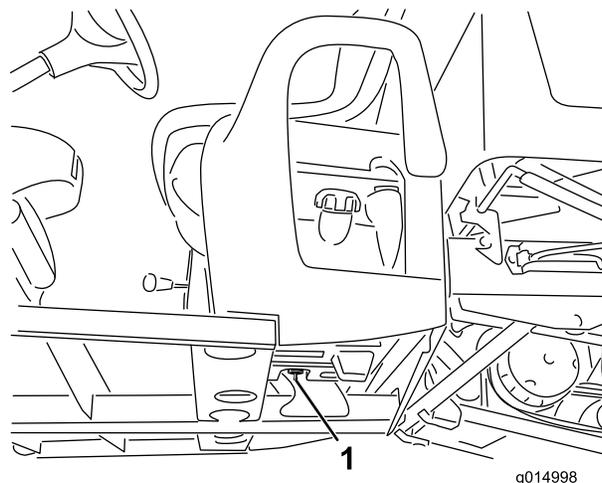

Figura 25
4. Verifique a abertura do filtro de ar no recipiente de carbono e certifique-se de que está limpo e sem detritos e obstruções (Figura 25).